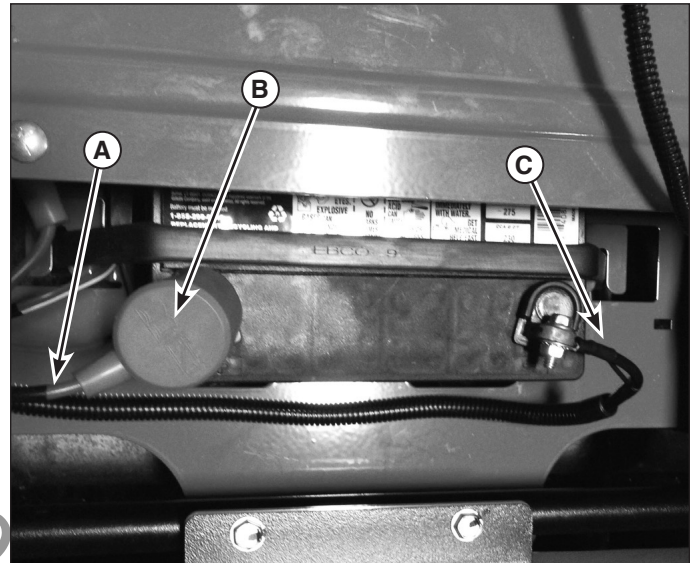

Figure 16
1. Déconnecter les câbles de la batterie en commençant par le câble négatif (**C**, figure 16).